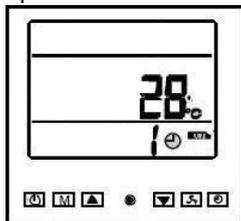

Figure 13: Sélection de l'allumage automatique.
Pour mettre la pompe à chaleur en marche, appuyer sur le bouton . La pompe se met en marche dans les 3 minutes qui suivent. Le dernier mode de fonctionnement choisi (chauffage ou refroidissement¹⁹), voir Figure 13, Figure 14 et Paragraphe 5.2.13.8, la dernière température sélectionnée et la température courante de l'eau de la piscine (chauffage ou refroidissement) sont immédiatement affichés.
- Chauffage, le symbole  est affiché, voir Figure 13.
Il est possible d'afficher la température relevée par chaque sonde en appuyant sur la touche  (s'il s'agit du modèle BP-xxWS-B (xx=35), appuyer sur la touche  pendant 3 secondes quand la pompe est en marche, voir Paragraphe 5.2.4. Pour afficher les températures relevées par les différentes sondes, appuyer sur la touche  (s'il s'agit du modèle BP-xxWS-B (xx=35), appuyer sur la touche ). La température relevée par la sonde est affichée pendant 10 secondes. Le fait de n'appuyer sur aucune touche ou d'appuyer sur la touche  permet de retourner aux informations habituelles, voir Figure 13 et Figure 14.